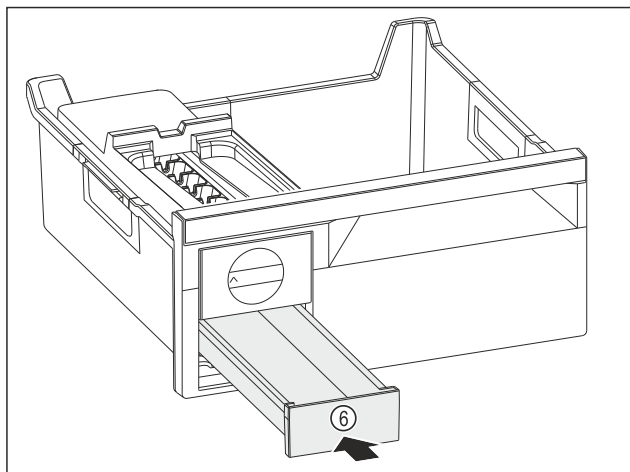

Fig. 83
- ▶ Ijsblokjesvak Fig. 83 (6) inschuiven.